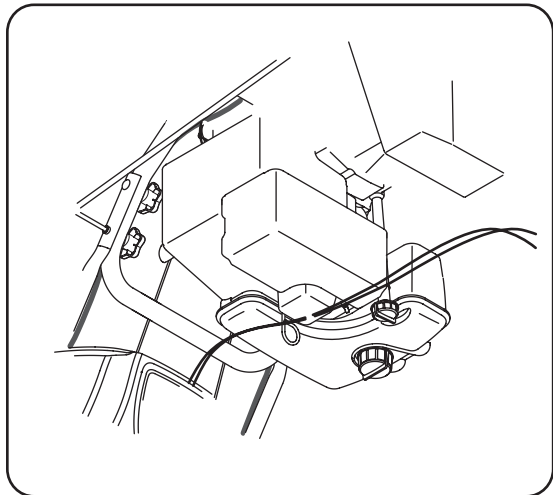

Figure 7
- Si il ne sont pas déjà installés, insérez les câbles, allant du tableau de bord à la goulotte, dans le fil de commande de la goulotte qui se trouve sur le moteur. Voir la Figure 7.